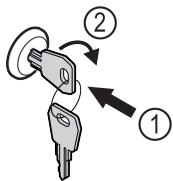

Fig. 131 Representación a modo de ejemplo
- Introducir la llave Fig. 131 (1).
- Girar la llave 90° en sentido horario Fig. 131 (2).